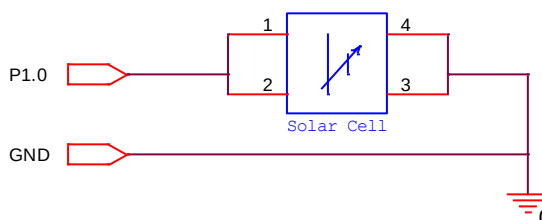

Fig. 3.2.1. Modulul de intrare
- schema modului este prezentata in Fig. 3.2.1.